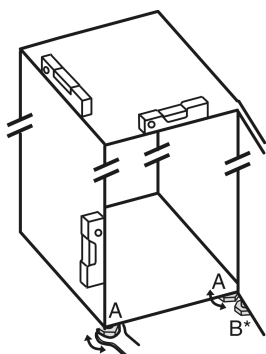

Fig. 68
- Dévisser les pieds réglables Fig. 68 (A) avec la clé plate fournie et utiliser un niveau à bulle pour vérifier que l'appareil est bien plan.
- Dévisser le pied réglable Fig. 68 (B) du support de palier avec la clé plate fournie jusqu'à ce qu'il touche le sol.
- Tourner le pied réglable Fig. 68 (B) de 90° supplémentaires.